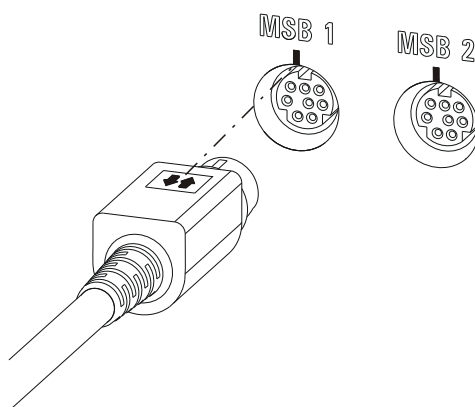

Figure 5 Connecteur MSB
- Veillez à ce que la partie plate signalisée par des flèches de la fiche MSB coïncide avec le repère du connecteur MSB (voir Figure 5, page 16).